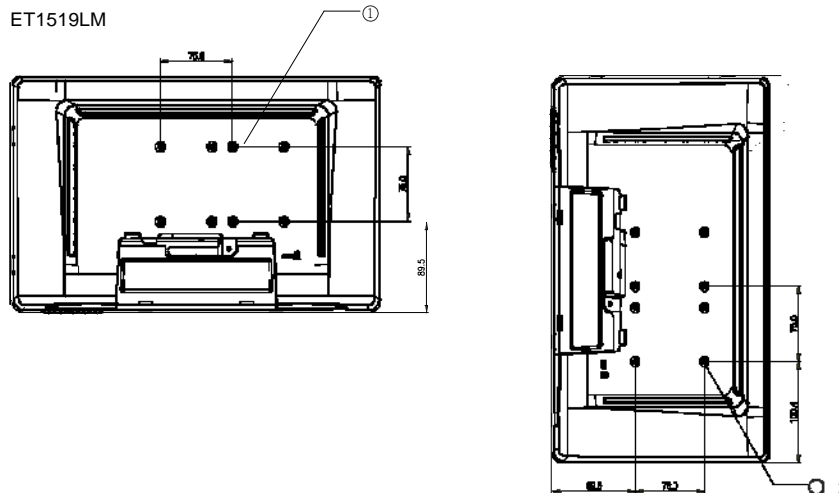

Figure 2-1 : Emplacement interface de montage VESA, pied enlevé
1. Si l'écran est déjà connecté à un pied, enlevez les quatre vis qui connectent le pied à l'écran (voir *Figure 2-1*, point 1). Séparez le pied de l'écran. ¶